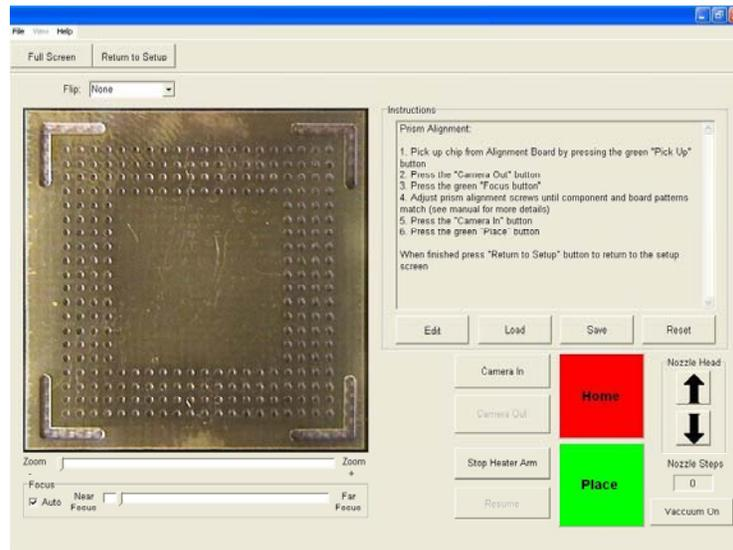

Abbildung 10
3. Auf dem Monitor wird ein neuer Kalibrierungsbildschirm angezeigt. (Abbildung 10)
5. Richten Sie die Leiterplatte so aus, dass der rote Laserzielpunkt etwa BGA-mittig ist. (Abbildung 10)